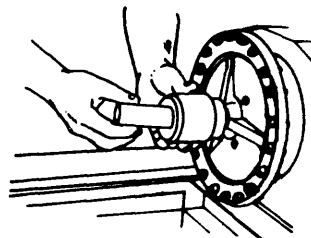

Fig. 6
4. Enrosque el niple con la mano, hasta que tropiece con el tope (fig. 6).